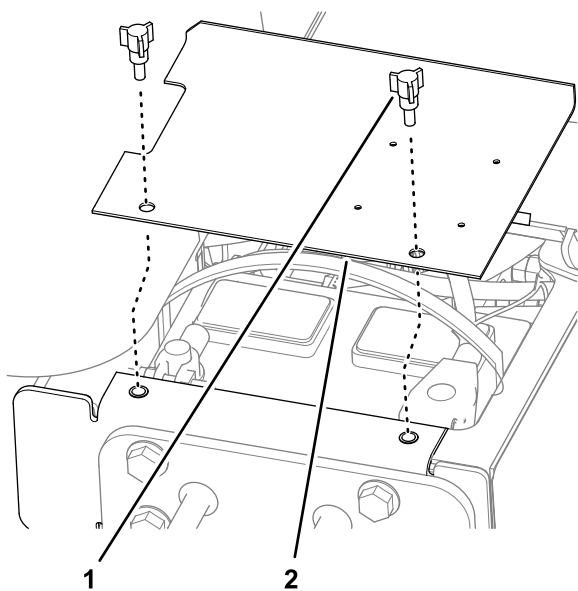

Рисунок 2
1. Ослабьте затяжку 2 ручек, которые крепят крышку аккумулятора к раме машины, и снимите крышку (Рисунок 2).